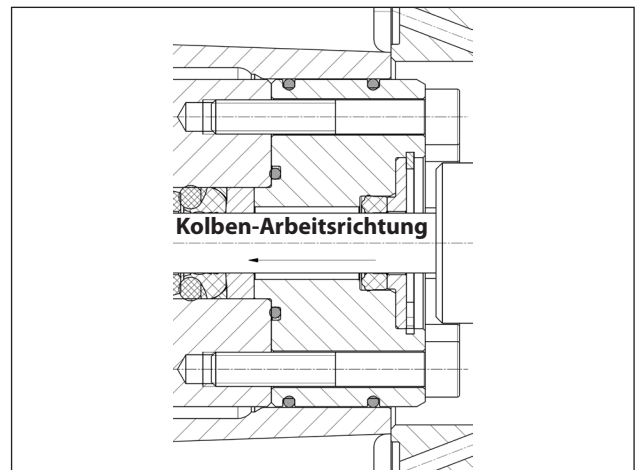
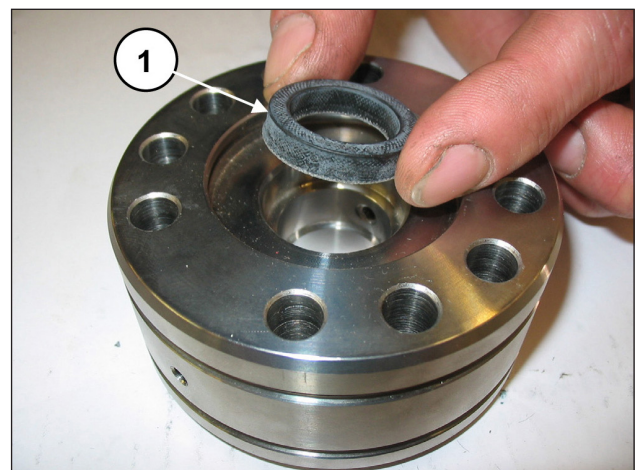

Abb. 125
Abb. 126
**Die HD-Dichtung muss mit Dichtlippe in Arbeitsrichtung des Kolbens in die Buchse eingesetzt werden (Pos. ①, Abb. 125 und Abb. 126), wobei der Außendurchmesser leicht mit Silikonfett der Sorte OKS 1110 zu schmieren ist. Tauschen Sie abgenutzte ND-Dichtungen aus.**